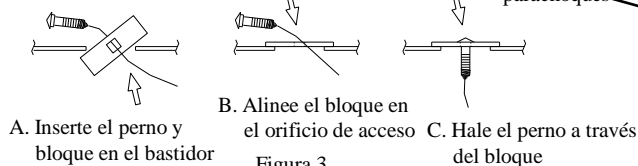

Figura 3
1. Retire el tapón de goma de la parte inferior de ambos largueros del bastidor. Separe los fijadores plásticos del cableado del vehículo que rodean el larguero del bastidor, (3) lugares en cada lado, con un destornillador, panel de guarnición o alicates.
2. Retire los pernos M14 en la parte exterior de ambos largueros del bastidor (2) a cada lado. Devuelva al propietario.
3. Instale el soporte pequeño, como se muestra en la figura (2) con los tornillos M14 y la arandela cónica con los fijadores suministrados. Ambos lados.
6. Retire los pernos M14 (1) de cada lado de la parte inferior del larguero del bastidor. Instale el perno y espaciador y el espaciador en el orificio cuadrado del larguero del bastidor mediante el proceso inverso del alambre de halar (dejar el alambre de halar unido). Ver Figura 3. Instale el resto de los pernos M14, la arandela cónica y el espaciador y comience a insertarlos en el soporte del parachoques.